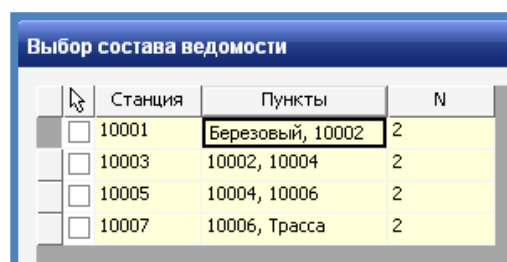

Рисунок 53 – Состав сформированных ведомостей уравнивания высотного хода
12. Формируем, просматриваем и распечатываем в меню **Ведомости: Ведомости предобработки и уравнивания тригонометрического нивелирования** (Рис.53, 54), **Характеристики ходов тригонометрического нивелирования** (Рис.55, 56).